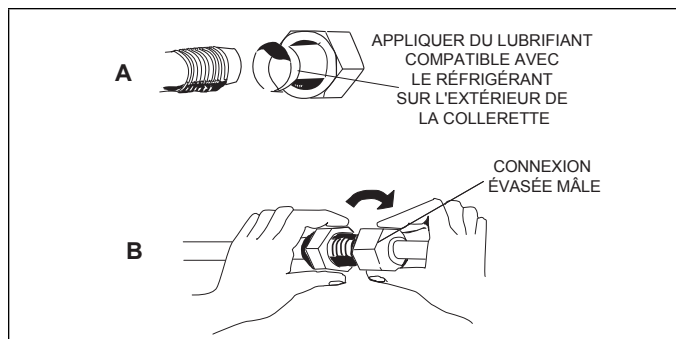

Figure 18. Réalisation des connexions mâles-femelles
15. Aligner les conduites de réfrigérant évasées sur les connexions filetées. Commencer par serrer légèrement les écrous évasés pour assurer qu'ils s'engagent correctement comme illustré à la « Figure 18. Réalisation des connexions mâles-femelles ».